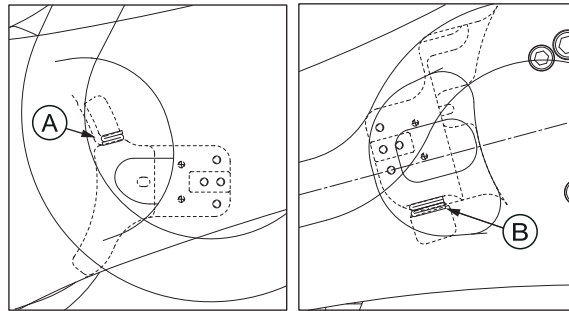

Abb. 3-1: Dämpfungsmaterial für den Transport
Für den Transport, ist der Roboter im Bereich (A) und (B) mit einer Gummipolsterung ausgestattet (siehe Abb. 3-1: "Dämpfungsmaterial für den Transport").